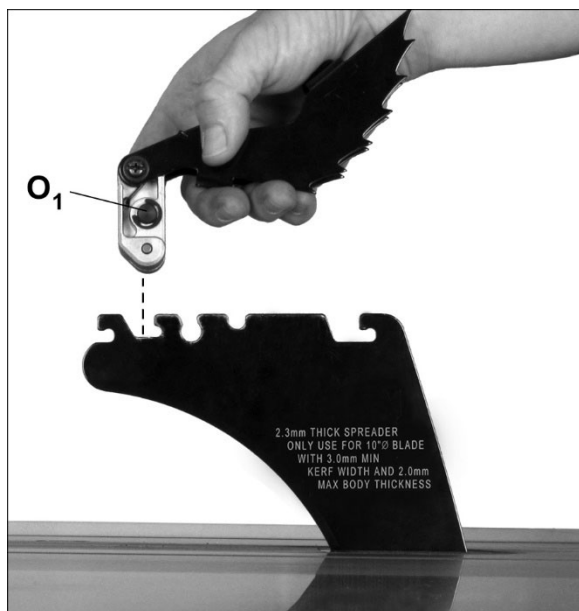

Figure 6-11
Voir la Figure 6-11 et 6-12.
2. Appuyez et maintenez le bouton (O₁) situé sur le côté opposé de la tête pour libérer la goupille d'arrêt. Montez le antireculs droit vers le bas, à l'emplacement indiqué à la Figure 6-11.